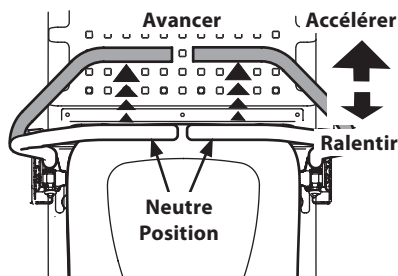

Figure 21
- Déplacez les leviers de commande d'entraînement de la barre abdominale droite et gauche vers l'intérieur en position neutre (Figure 21) et désengagez le frein de stationnement.